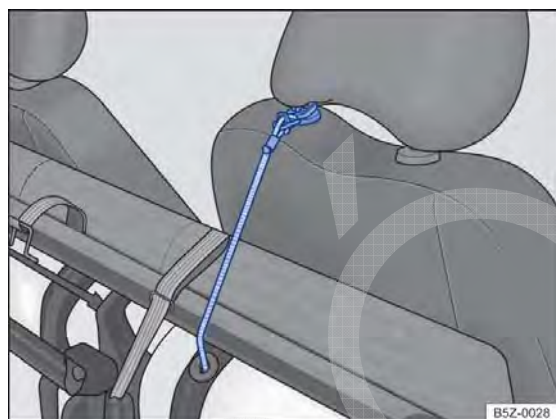

Fig. 75 Cinta elástica vermelha para fixação na haste do apoio para cabeça.
- Localizar a cinta elástica vermelha alojada na parte inferior do assento do banco e, encaixar o gancho dessa cinta na haste do apoio para cabeça do banco do passageiro → Fig. 75, imobilizando o conjunto.
- Soltar o gancho da cinta elástica vermelha da haste do apoio para cabeça → Fig. 75 e, encaixar debaixo do banco traseiro.